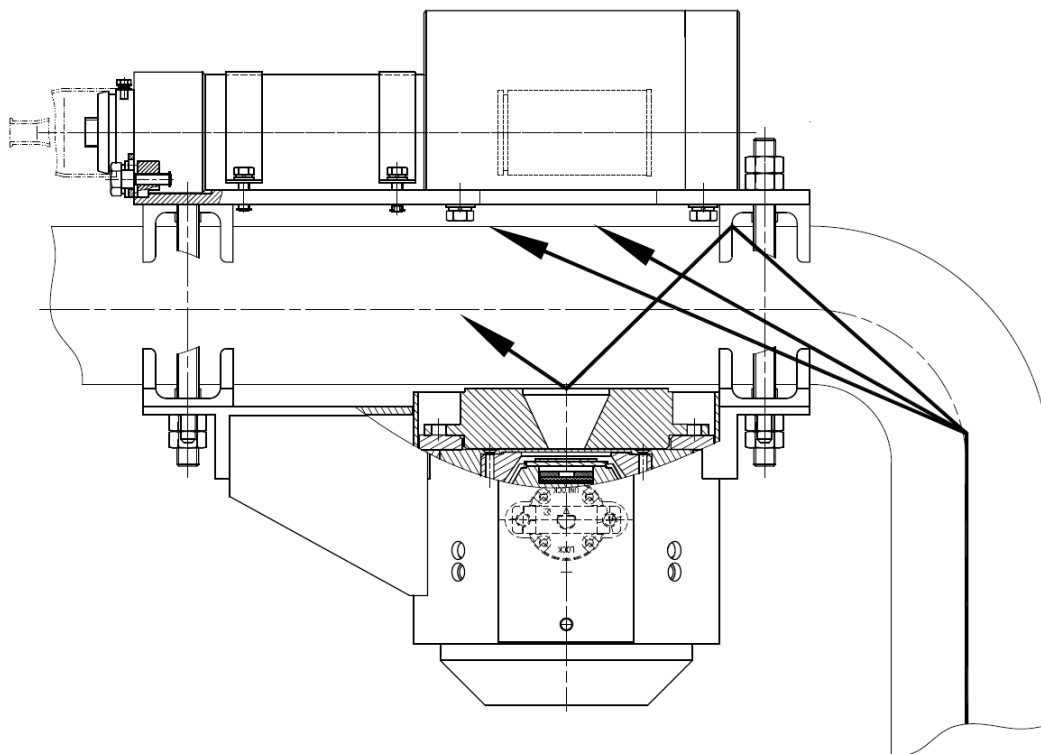

Рис. 2.2.10. Пример неправильной установки плотномера
2.2.8.8 Избегайте установки плотномера рядом с изгибом трубопровода. На рис.2.2.10 показан пример неправильного расположения плотномера на трубопроводе. Поток абразивного материала в этом месте меняет направление, ударяясь в верхнюю часть трубопровода (показано стрелками), что приводит к ускоренному истиранию этого участка. Уменьшение толщины стенки в зоне детектирования приводит со временем к постепенному уходу показаний прибора.
2.2.8.9 При подключении блоков детектирования БД-6 , предназначенных для работы в тяжелых условиях, необходимо обратить особое внимание на обеспечение водонепроницаемости розетки FQ18-7ZJ-S. При монтаже следует использовать кабель с наружным диаметром от 7 до 10 мм. Провод, пропущенный через пружинный амортизатор (3) (см. рис.2.2.10) и резиновую втулку (2), припаивается к контактам (1) и плотно затягивается гайкой (4) до упора. После этого разъем подключается к блоку детектирования и закрывается резиновой манжетой. В целях устранения попадания стекающей воды по кабелю под резиновую манжету рекомендуем проводить кабель к блоку детектирования снизу.